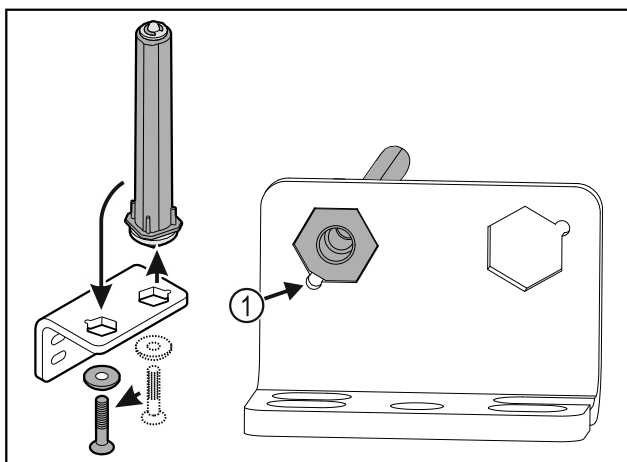

Fig. 31
- ▶ Проследите за тем, чтобы при установке скос пальца Fig. 31 (1) указывал в направлении круглого отверстия.